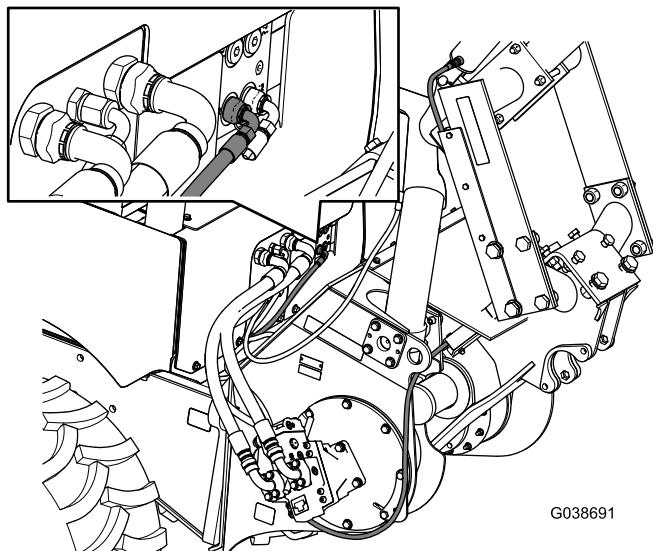

図 4
5. シリンダの下ポートから来ているホースを機体の左側のポートに取り付ける図4。